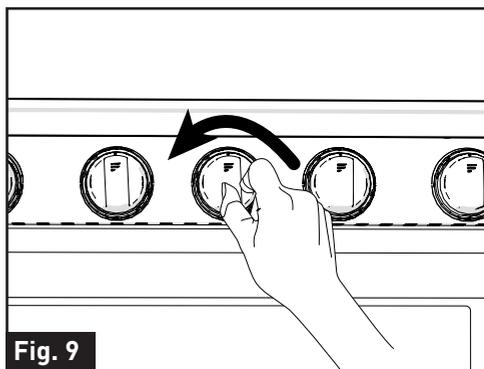

Fig. 9
3. Tournez le potentiomètre de brûleur correspondant à position **LITE**. (Fig. 9)
3. Tournez le potentiomètre de brûleur correspondant à position LITE. (Fig. 9)